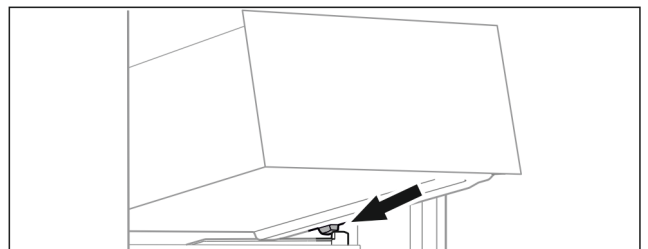

Fig. 132
- ▶ Schubfach schräg hinter den Stopperrücken auf Behälterrippe aufsetzen. (siehe Fig. 132)